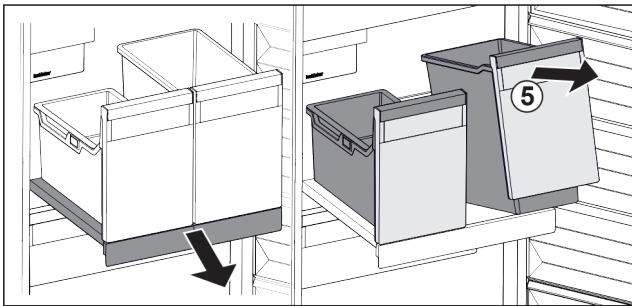

Fig. 194
- Soulever les bacs Fig. 194 (5) par l'avant.